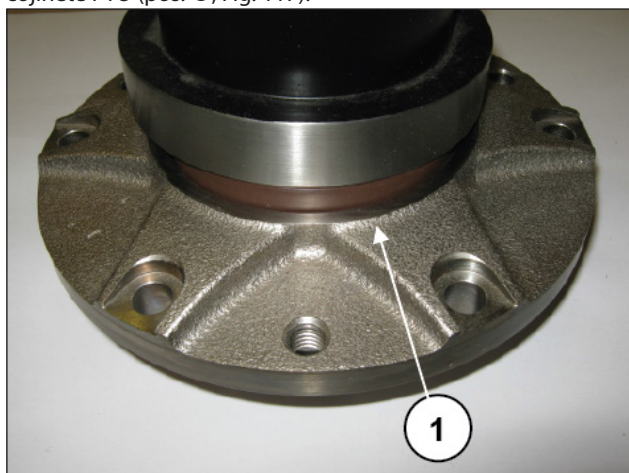

Fig. 117
Introducir la anilla de retención radial dentro de la tapa del cojinete PTO (pos. ①, Fig. 117).